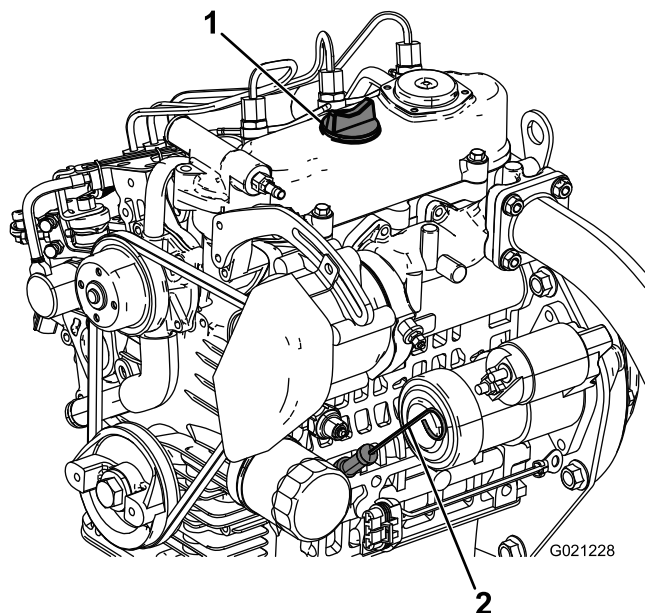

Figura 15
2. Togliete l'asta di livello (Figura 15) ed asciugatela con un panno pulito.
3. Inserite l'asta nel tubo e verificate che sia inserita a fondo (Figura 15).
4. Rimuovetela e controllate il livello dell'olio (Figura 15).
5. Se il livello dell'olio è basso, togliete il tappo di rifornimento (Figura 15) e versate dell'olio fino a portarne il livello alla tacca Full sull'asta.
6. Rimontate saldamente l'asta di livello (Figura 15).